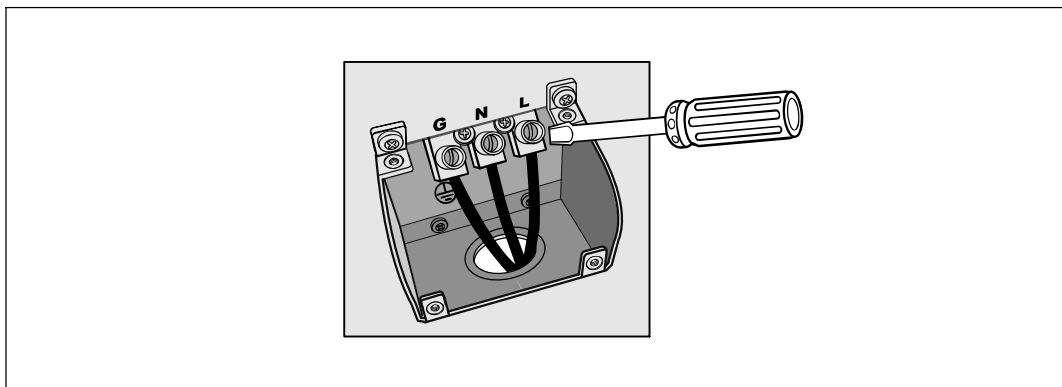

Abbildung 22. Eingangsklemmen der USV
- 6 Verbinden Sie Eingangs- und Erdungskabel mit der Anschlussleiste gemäß Abbildung 22 und Tabelle 1.